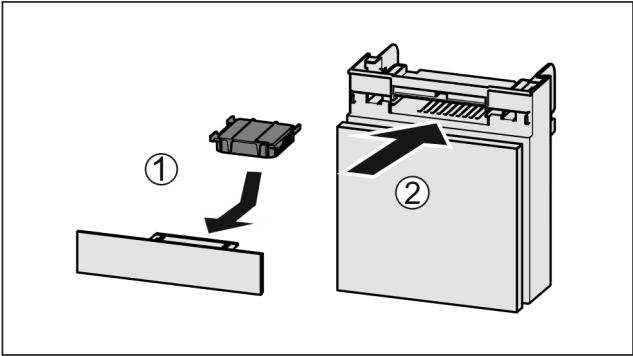

Fig. 98
- 按图装入 Fig. 98 (1) 活性炭过滤器。
- 推入 Fig. 98 (2) 抽屉。